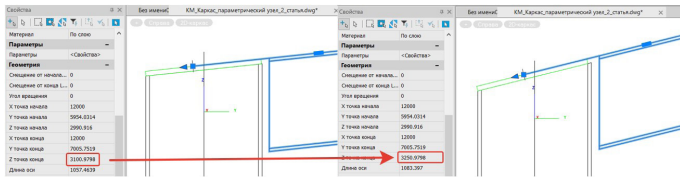

Рис. 39. Изменение проектного угла
**Изменение проектного угла.** В свойствах балки увеличиваем значение атрибута "Z точка конца" на 150 мм (рис. 39). Угол поменялся, пластина и колонна изменили положение. Вывод: "работает".